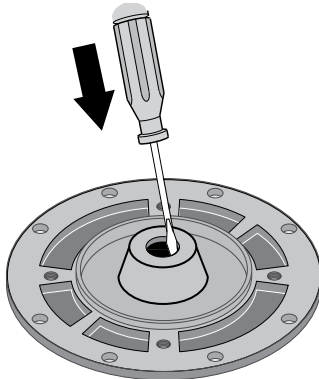

Figura 18: Retiro de la junta con un golpe leve
- Coloque media cara de la placa de estanqueidad hacia abajo y retire con un leve golpe la parte intermedia de la junta (Figura 18).